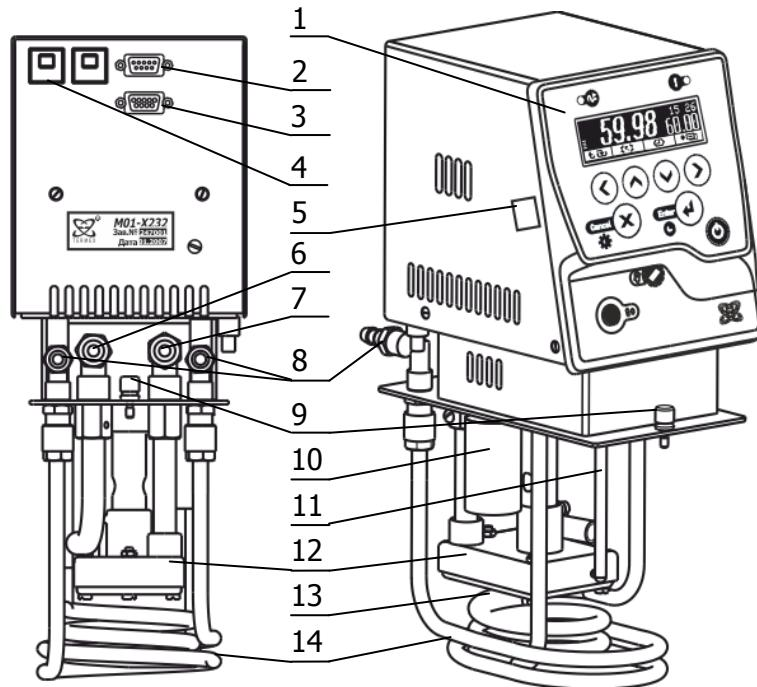

Рисунок 1 – Устройство блока регулирования
1.4.2 Работа блока регулирования заключается в поддержании заданной температуры теплоносителя, циркулирующего в ванне термостата, а также, во внешнем потребителе в случае его подключения. Циркуляция теплоносителя обеспечивается насосом 12 (рисунок 1). Подача теплоносителя внешнему потребителю производится через штуцер 7, а его возврат в ванну термостата — через штуцер 6.
Для работы при температурах, близких к окружающей, необходимо обеспечить дополнительное охлаждение с помощью теплообменника 14 (рисунок 1). Для этого штуцеры теплообменника 8 подключить к водопроводной сети или специальному холодильному устройству. Поток охлаждающей жидкости должен быть равномерным и, по возможности, небольшим.
В процессе работы блока регулирования на дисплее 15 отображается температура теплоносителя, значение уставки (задание), мощность нагрева, текущее время и дополнительная служебная информация. Установка режимов работы блока регулирования осуществляется органами управления, расположенными на лицевой панели 1 (рисунок 1).
2.2.1 Установить блок регулирования на ванне так, как указано в руководстве по эксплуатации терmostата и закрепить винтами 9 (рисунок 1).